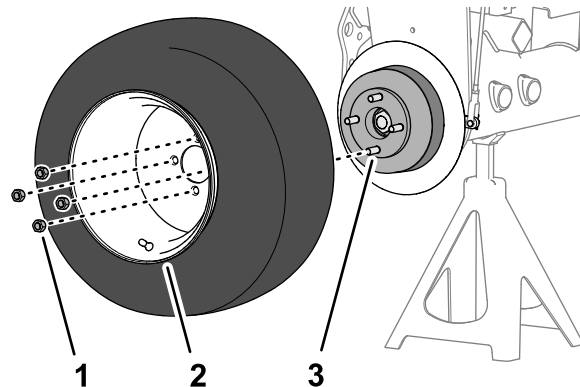

Bild 75
1. Montieren Sie das Rad mit den vier Radmuttern (**Bild 75**) an der Nabe und ziehen Sie die Radmuttern handfest an.